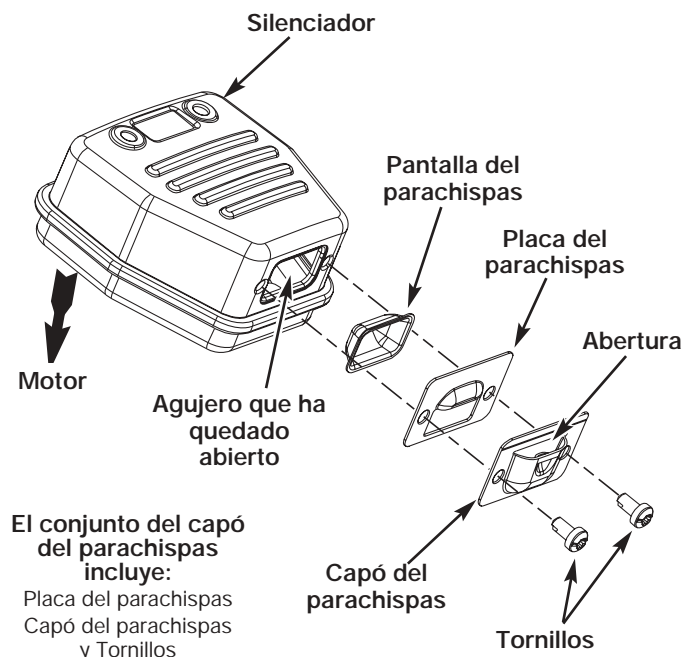

Fig. 22
2. Localice el silenciador, pero no lo quite. Busque los dos (2) tornillos en la parte inferior del silenciador (Fig. 22). Estos dos tornillos unen el conjunto de deflector de escape y la pantalla del parachispas a la parte inferior del silenciador. Quite los dos (2) tornillos usando una llave torx No. 20 o un destornillador plano.
6. Coloque la placa del parachispas encima del parachispas con el lado "levantado" hacia arriba mirando al motor (Fig. 22).
7. Coloque el capó del parachispas encima de la placa del parachispas con el lado "levantado" hacia arriba y la apertura mirando en dirección **CONTRARIA** al motor (Fig. 22). Asegúrese de que el escape se dirija en dirección **CONTRARIA** al motor.